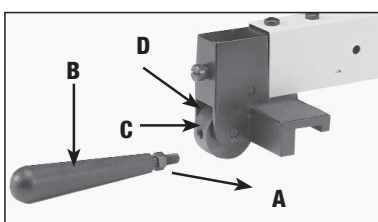
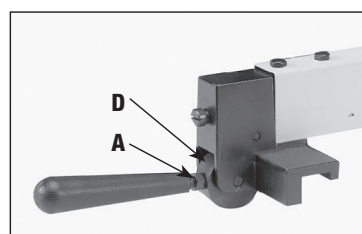

Fig. 24
Fig. 25
1. Desenrosque a rosca sextavada M8x1.25 (A) Fig. 24 na cavilha do punho até aproximadamente a metade (B).
2. Rosqueie o punho (B) Fig. 24 no furo roscado (C) no came da guia de corte (D). Aperte a porca sextavada (A) Fig. 25 em contato com o disco (D).